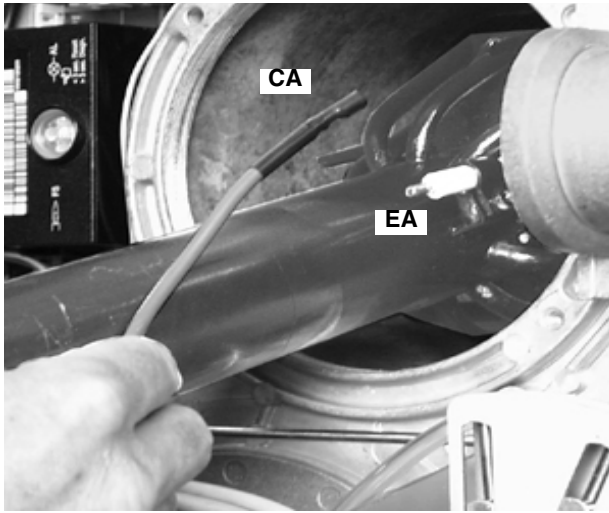
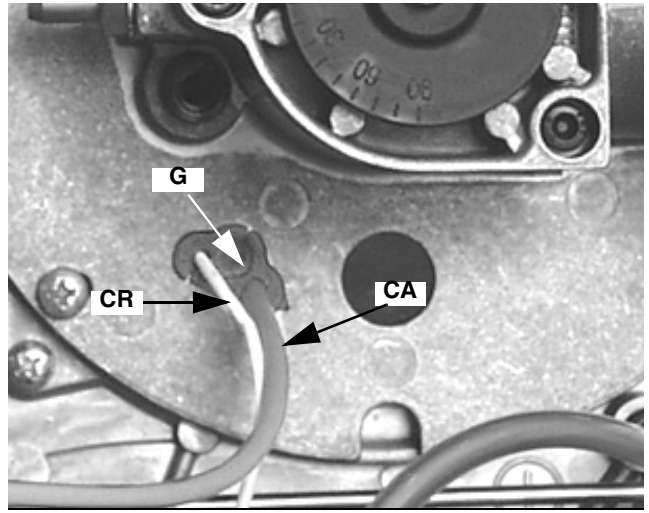

Fig. 32
Fig. 34
- 4 Desconecte el cable CA del electrodo de encendido EA (Fig. 32) y extráigalo por el orificio de la brida de soporte del cabezal, quitando la junta G (Fig. 34).